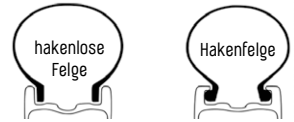

Abb. 3/32 Symbolabbildung Felgenarten
Es muss darauf geachtet werden, welche Art von Felge verwendet wird. Grundsätzlich ist zwischen der „Hakenfelge“, bei der die Felgenhörner oben mit einem Haken nach innen abschließen, und der hakenlosen - „Hookless“ - Felge, welche häufig im sportlichen Bereich eingesetzt wird, zu unterscheiden („Abb. 3/ Symbolabbildung Felgenarten“ auf Seite 32). Da die Hookless-Felge den Reifen nicht automatisch festhält und zentriert und zudem eine sehr glatte Oberfläche aufweist, erfordert die Montage dieser Felge besondere Aufmerksamkeit.
Bei Enviolo Schaltnaben sollte in eine Position geschaltet werden, in welcher der Sicherungshebel und die Kabelendstopps leicht zugänglich sind („Abb. 3/ Quelle Enviolo“ auf Seite 34). Nach dem Öffnen des Sicherungshebels (A) können die beiden Kabelendstopps (B) und (C) entfernt werden.